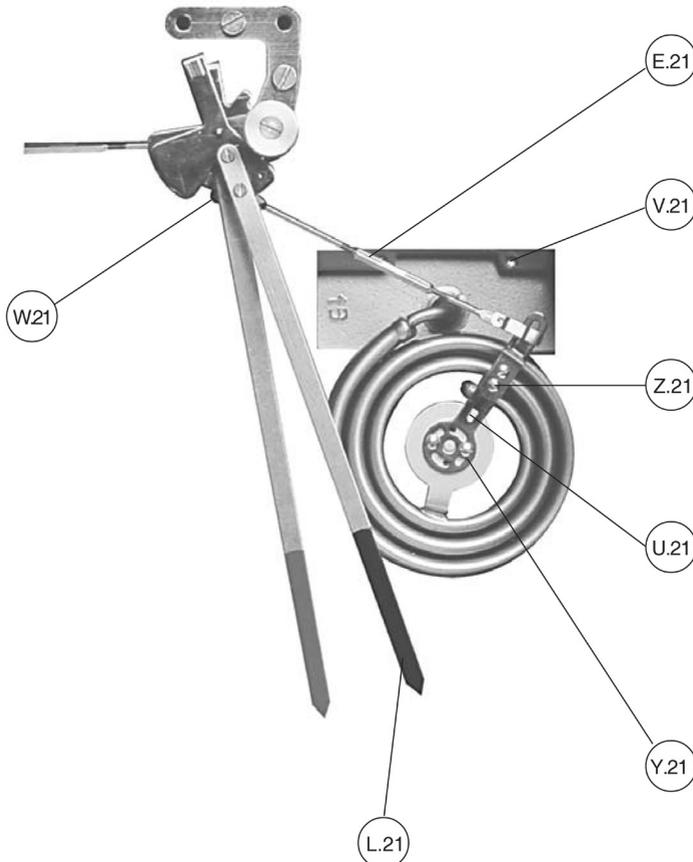
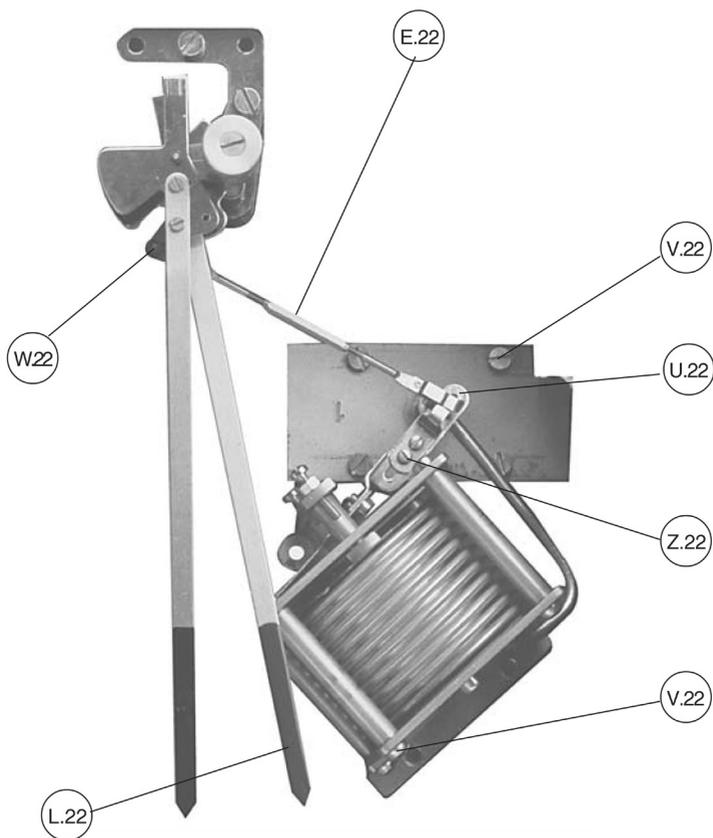
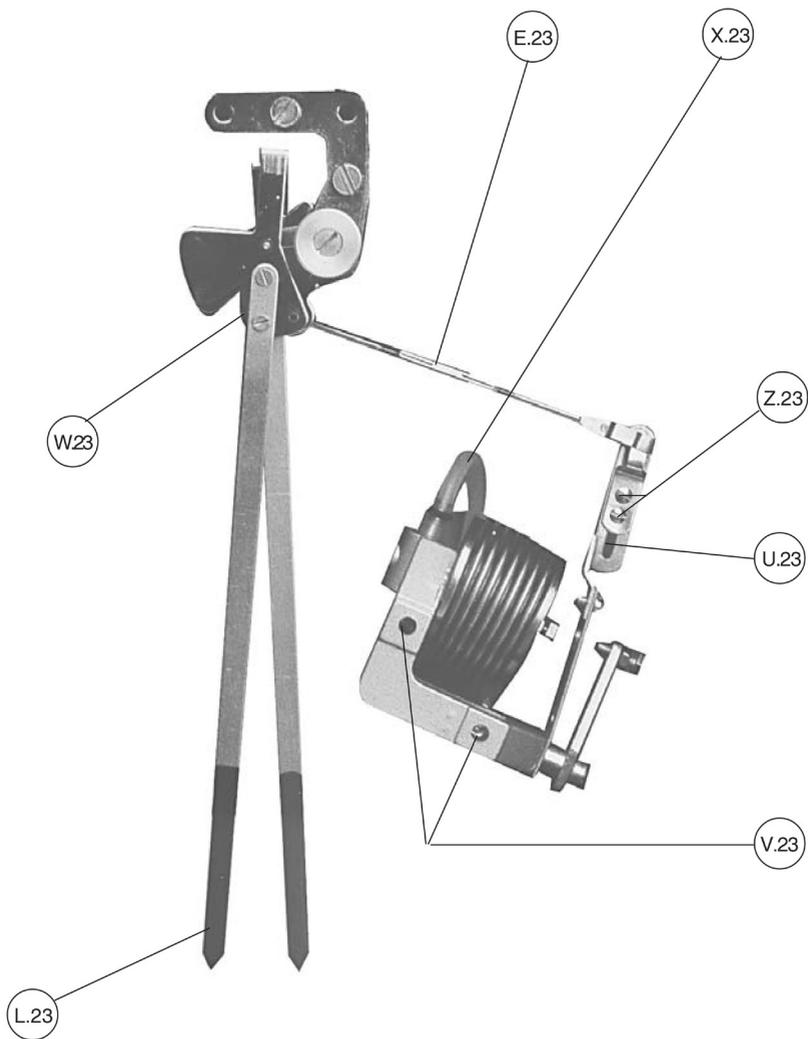
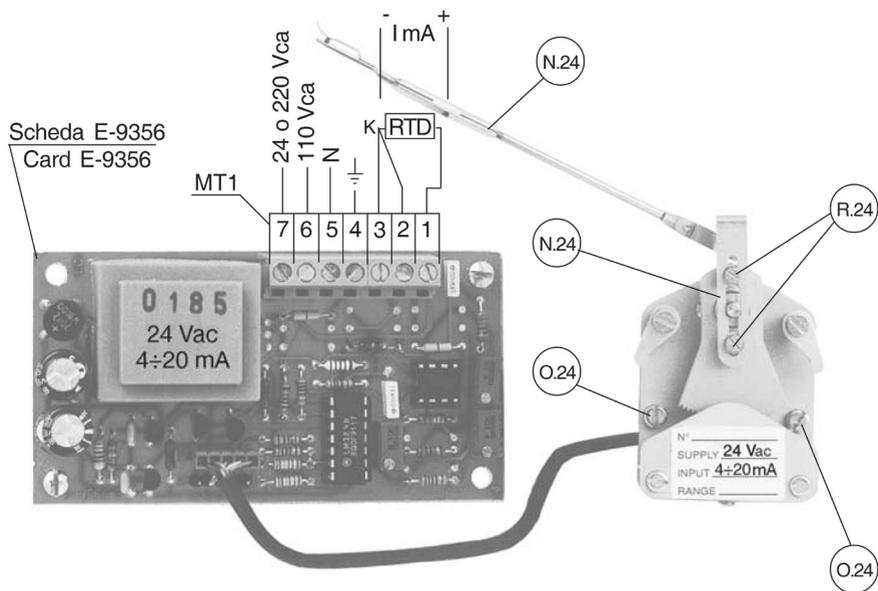

Fig. 21 - Elemento di misura con molla spirale (manometrica o termometrica)
Fig. 22 - Elemento di misura con soffiello (bassa pressione o pressione assoluta)
Fig. 23 - Elemento ricevitore pneumatico
Fig. 24 - Elemento ricevitore elettromeccanico EMT200 (vedere anche istruzioni 3.837.5275.909)
Esigenze di funzionamento o danneggiamenti accidentali possono rendere necessaria la sostituzione dell'elemento di misura. Può accadere, specialmente quando la sostituzione comporta la modifica della scala, che il nuovo elemento di misura esegua un movimento angolare diverso dal precedente. La sostituzione dovrà in ogni caso essere seguita da un controllo e da una messa a punto del sistema di misura: le operazioni da eseguire sono descritte nei paragrafi seguenti. Per la sostituzione si procederà come segue. Vedi Fig. 21 per spirali manometriche o termometriche, Fig. 22 per elementi a soffietto e Fig. 23 per elementi ricevitori pneumatici o 24 per ricevitori elettromeccanici.
Operating requirement or accidental damages may demand the replacement of the measuring element. The angular movement of the new measuring system can differ from the previous one: replacement must be always followed by an accurate control and calibration as described in the following paragraphs. For the replacement act as follows and make reference to Fig. 21 for the thermometric or manometric element, to Fig. 22 for bellows elements and to fig. 23 for the pneumatic receiving unit or Fig. 24 for electromechanical receiving unit (for the last ones see also installation and maintenance manual 3.837.5275.209).
Consiste nella verifica su due punti del campo di misura (normalmente allo zero e al 100% della scala) della corrispondenza del valore indicato dallo strumento col valore reale della grandezza misurata. L'ampiezza del campo di misura dipende dal rapporto tra la lunghezza del braccio di leva (U.21+24) collegato con l'elemento di misura e la lunghezza del braccio di leva (W.22+23) collegato con l'indice di misura. Poiché il braccio di leva (W) è fisso si dovrà agire sulla lunghezza del braccio (U) procedendo come di seguito descritto. Se l'elemento di misura è del tipo a spirale manometrica o termometrica riferirsi alla Fig. 21 od alla Fig. 22 se è del tipo a soffiutto e se ricevitore pneumatico alla Fig. 23 o 24 se trattasi di un ricevitore elettromeccanico.
- 2.a) Utilizzando uno strumento campione di sicura precisione portare la variabile al valore corrispondente allo zero della scala e verificare la coincidenza dell'indice di misura (L) con la graduazione di inizio scala; correggere l'eventuale differenza agendo sul tirante esagonale dell'astina (E).
- 5) Restore the connection between the link (E) and the arm (U); paying attention to introduce correctly the jointing ball into its seat; verify this connection is done using the right hole on the arm (W) indicated by leaving it clear by the red coating or specified with the spare supply; in this latest case the information is done indicating the order number of the hole from the free side of the arm.
It must be done on two different measured point (normally the zero and the 100% of the scale) verifying the correspondence of the instrument indicated value to the effective measured value. The measuring range span is related to the ratio between the length of the arm (U.21 to 24), connected with the measuring element, and the length of the lever (W.22 to 23) linked to the indicating black pointer. Being the lever (W) length not adjustable it will be necessary to act on the arm (U) as follows. Make reference to fig. 21 when the measuring element is a thermometric or manometric spring, to Fig. 22 for bellows unit and to Fig. 23 when pneumatic receivers are involved or to Fig. 24 for electromechanical transducer.
- 2.a) Making reference to a calibration instrument adjust the measured variable to a value corresponding to the zero of the indicating scale and check the correspondence between the pointer (L) and the graduation of the scale beginning; errors and differences, if any, must be eliminated acting on the turnbuckle of the link (E).